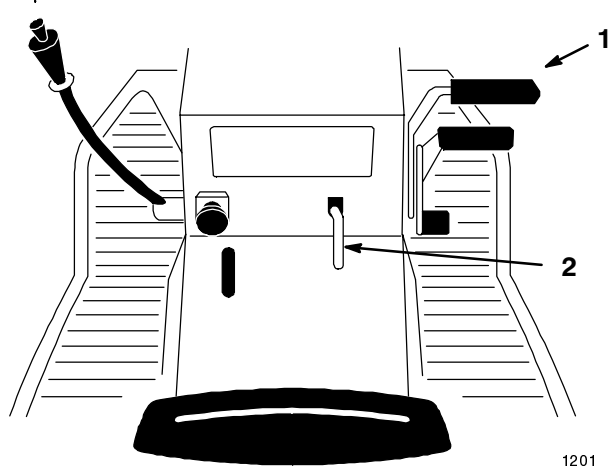

Figure 2
1. Appuyez sur la pédale de frein (Fig. 2) et maintenez-la enfoncée.
2. Relevez le levier de frein de stationnement (Fig. 2) et relâchez progressivement la pédale de frein. La pédale doit rester bloquée en position enfoncée.
1. Enfoncez la pédale de frein (Fig. 2). Le levier de frein de stationnement doit se déverrouiller.